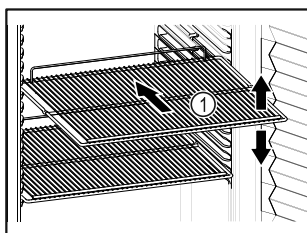

Fig. 61 Exempel
- Om gallren *Fig. 61 (1)* kan flyttas om ska de anpassas på höjden.